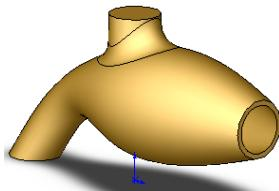

图 6-122 圆角
(4) 圆角特征。选择本体与拉伸凸台特征的交线，指定圆角半径为 15mm，如图 6-122 所示。